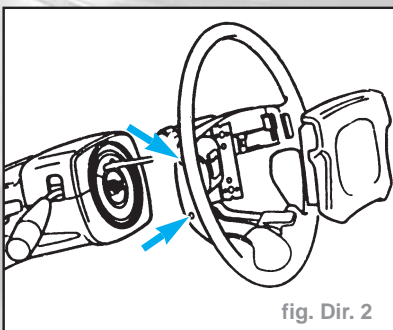

fig. Dir. 2
- Déposer l'unité airbag du volant de direction, quatre vis imperdables (flèche) dans le côté du volant (fig. Dir. 2).